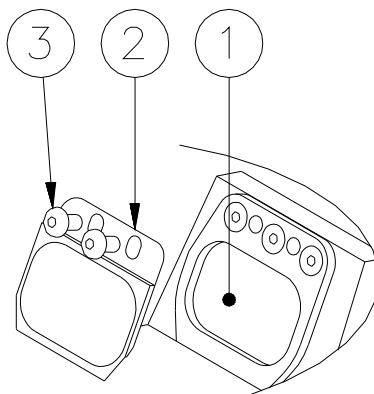

Figura 17 – Pulizia del prisma
- Rimuovere il telaio portafiltro (Figura 17 - n°2) svitando le relative viti TBEI M5x10 (Figura 17 - n°3)
- Pulire la superficie del prisma (Figura 17 - n°1) con prodotto non abrasivo